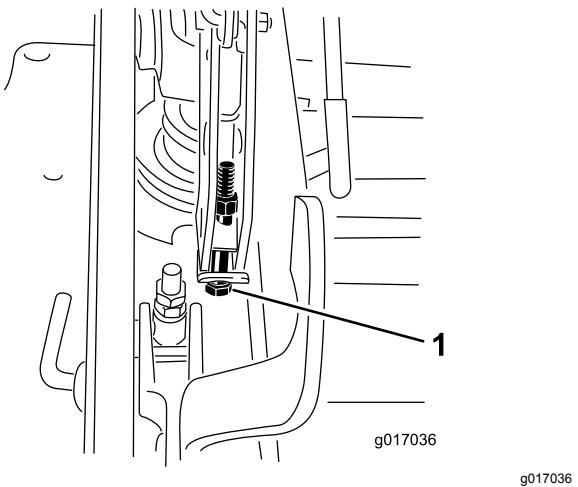

Figura 102
- Se a plataforma estiver demasiado baixa, aperte o parafuso de ponto único de ajuste rodando-o no sentido dos ponteiros do relógio. Se a plataforma estiver demasiado alta, desaperte o parafuso de ponto único de ajuste rodando-o no sentido contrário ao dos ponteiros do relógio (Figura 102).
- Aperte os dois parafusos na parte inferior da placa da altura de corte (Figura 102).